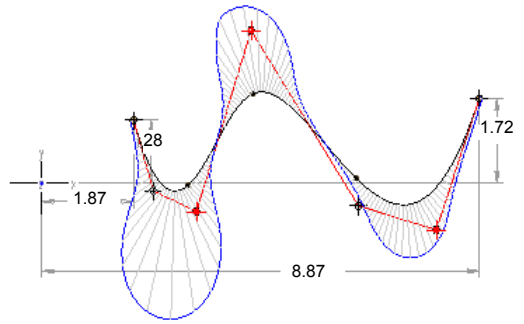

图 4.7.14 显示曲率分析图
- 在操控板中按下 **曲率分析** 按钮，可显示样条曲线的曲率分析图（图 4.7.14），同时操控板上会出现图 4.7.15 所示的调整曲率界面，通过滚动 **比例** 滚轮可调整曲率线的长度，通过滚动 **密度** 滚轮可调整曲率线的数量。